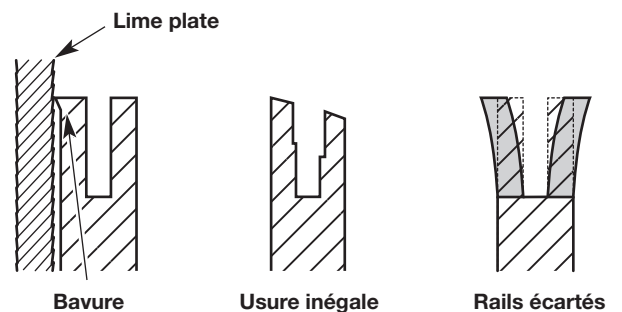

Fig. 43
3. Vérifiez fréquemment la tige de guidage afin d'y déceler des signes de dommages (Fig. 43). L'usure irrégulière et l'ébarbage des rails de guidage (les nervures de chaque côté de la rainure de la tige) sont des processus normaux d'usure de la tige de guidage. Ces défauts doivent être limés dès qu'ils se produisent (Fig. 43). Une tige de guidage avec les défauts suivants doit être remplacée :